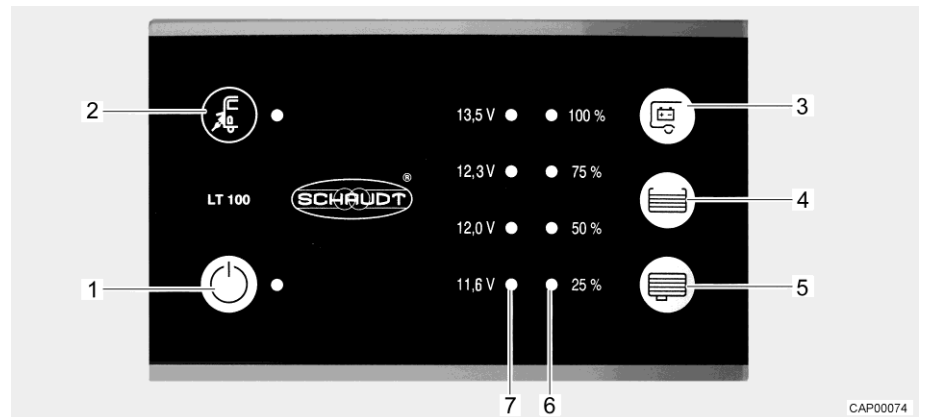

Bild 45 Panel (LT 100)
Den gula lysdioden lyser vid symbolen nätanslutning "⚡" (Bild 45,2) när fordonet är anslutet till en extern nätanslutning. Lysdioden lyser då också med avstängd panel.
Med huvudbrytaren 12 V (Bild 45,1) kopplas panelen och bodelens 12 V-försörjning till eller från.
- Tryck på knappen "⏻" (Bild 45,1): 12 V-försörjningen för bodelen är påslagen. Lysdioden lyser grönt.
- Tryck på knappen "⏻" (Bild 45,1) på nytt: 12 V-försörjningen för bodelen är avstängd. Lampan släcks.
Lysdiodskalan (Bild 45,7) visar batterispänningen för bodelsbatteriet enligt följande:
- Tryck ner knapp "E" (Bild 45,3): Bodelsbatteriets spänning visas.
Lysdiodskalan (Bild 45,6) visar fyllnivån i färskvattentanken eller avloppstanken.
Visa nivå: Tryck ner knapp "☰" (Bild 45,4): Färskvattentankens fyllnadsnivå visas med hjälp av lysdiod.
Tryck ner knapp "☷" (Bild 45,5): Avloppstankens fyllnadsnivå visas med hjälp av lysdiod.